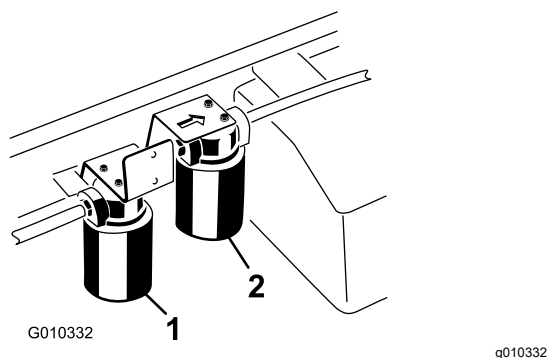

図 74
3. フィルタの下に廃油受けを置いてフィルタを外す **図 74**。
1. ハイフローフィルタを取り付けている周辺をウェスできれいにぬぐう **図 74**。